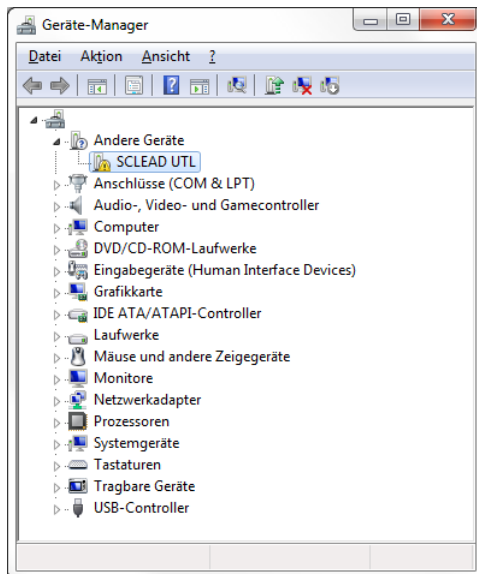

Abb. 20 Treiberinstallation
2. Nicht erkanntes Prüfgerät auswählen (s. Abb. 20).